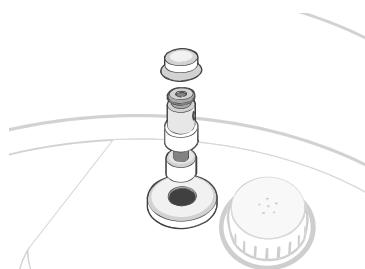

Figure 10.3
- Retirez le bouchon en silicone de la soupape à flotteur. La soupape à flotteur peut tomber inopinément sans le capuchon en silicone, il faut donc l'enlever avec précaution. **[Figure 10.3]**